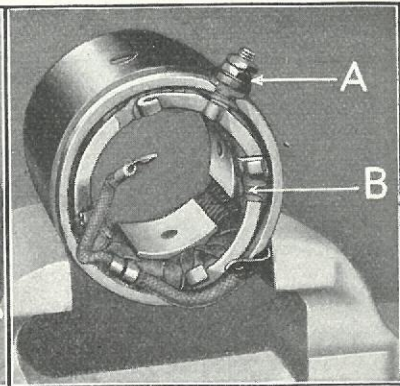

Fig. 490
- 961** Løs Polmøtrikken (Fig. 490-A) og udtag Magneterne og Spolesystemet »B«.